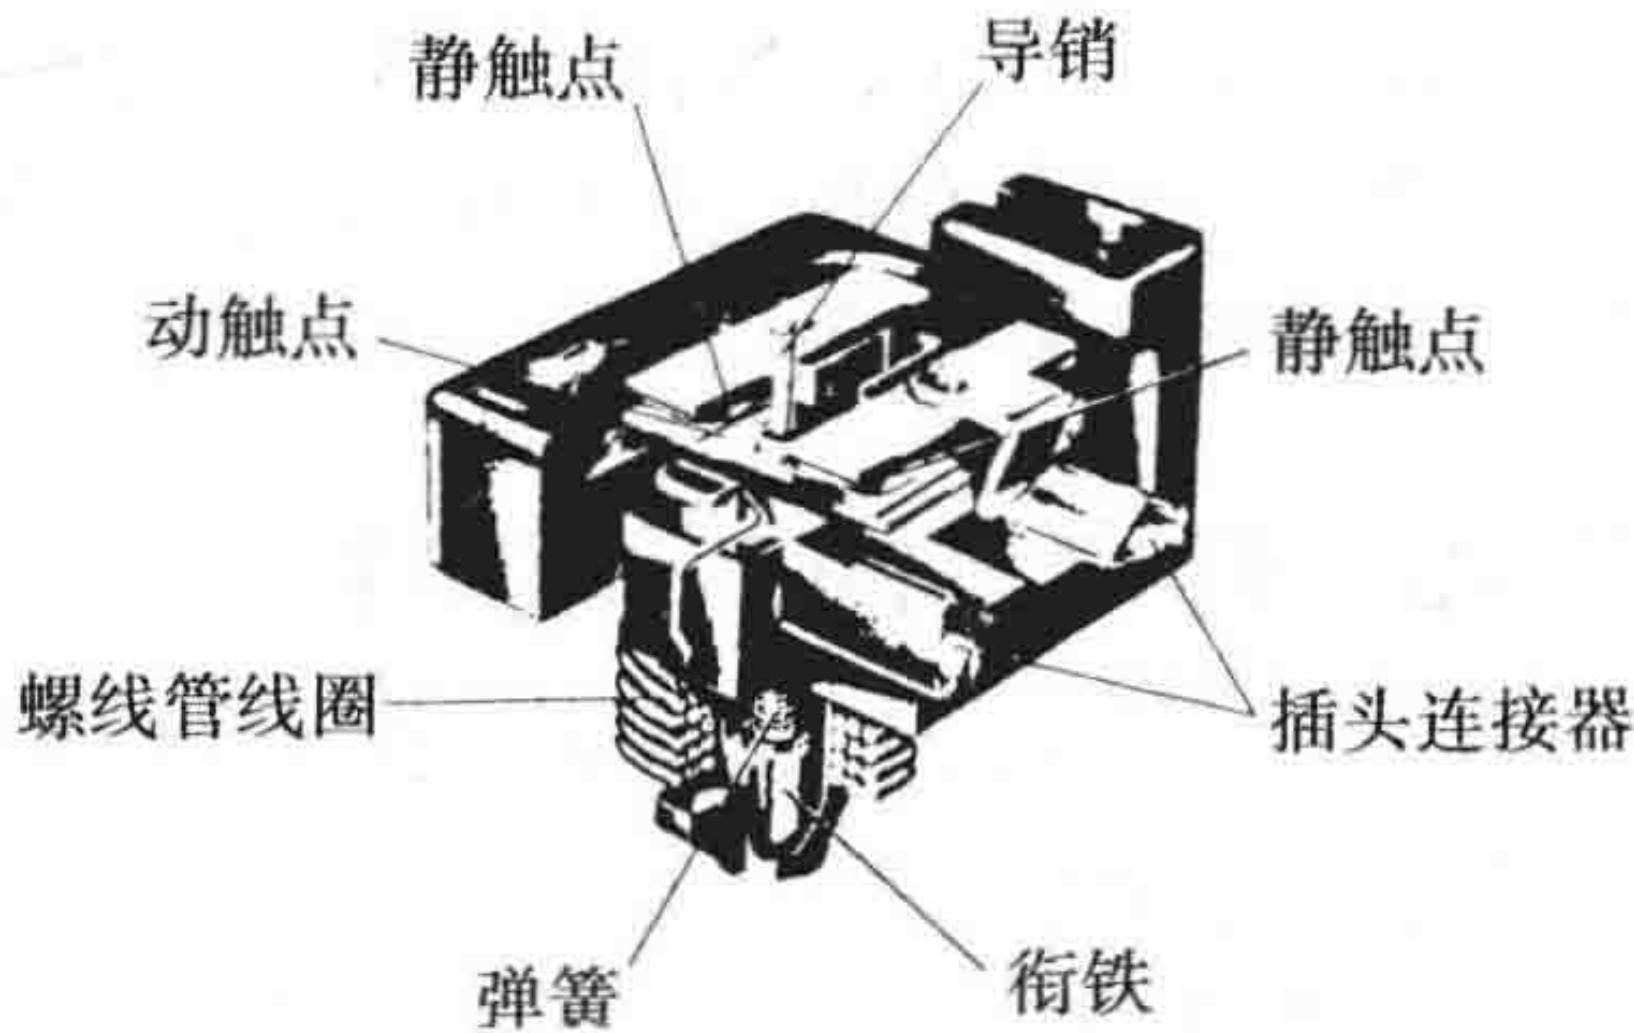

图 7-42 制冷电路中使用的电流继电器 (Tecumseh Products 产品)
**电流继电器** 电流继电器通常用于 4hp 的小型制冷压缩机中。当压缩机通电后，继电器的螺线管线圈吸合继电器衔铁，使得与其连接的动触点和静触点相接触 (见图 7-42)，这样压缩机起动绕组得电；当压缩机达到运行转速时，电动机的主绕组电流使继电器的螺线管线圈失电，继电器触点断开，由此断开了电动机的起动绕组。